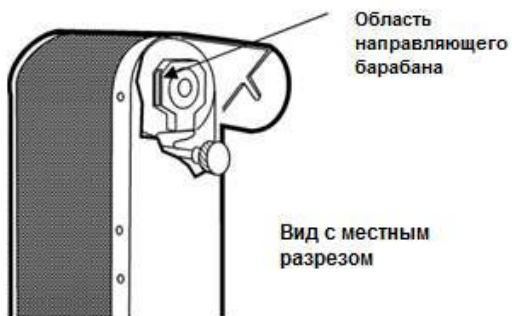

Рис. 27
- Узел направляющего барабана (см. Рис. 27)